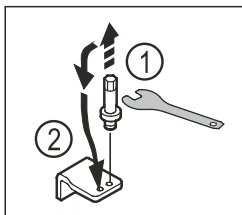

Fig. 14
- ▶ Kierrä alemman laakerijalustan pultit ulos SW5-ulkokuusioavaimella. Fig. 14 (1)
- ▶ Aseta pultit vastapäiselle puolelle. Fig. 14 (2)